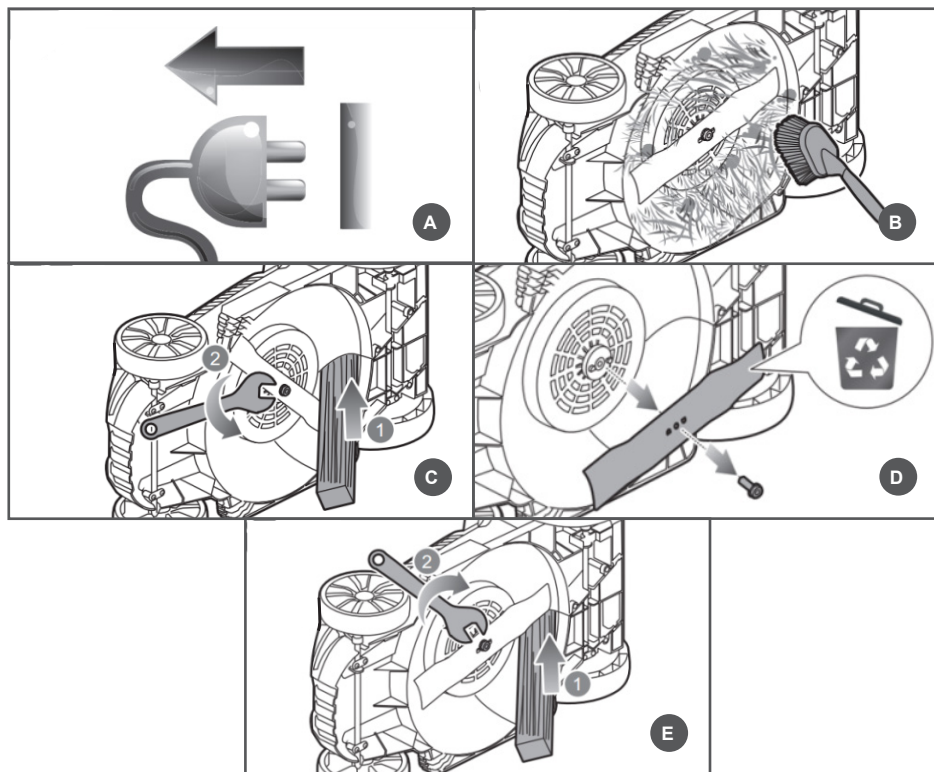

Рис. 15 Снятие-установка ножа
2. Возьмите одной рукой нож и крепко держите, или установите деревянный брусok 1 и зафиксируйте нож от проворачивания (Рис. 15).
3. Установите гаечный ключ 2 (в комплектность не входит) и открутите против часовой стрелки винт крепления ножа (Рис. 15).
5. Установите новый нож на адаптер 2 (Рис. 15) так, чтобы:
6. Возьмите одной рукой нож и крепко держите, или установите деревянный брусок 1 и зафиксируйте нож от проворачивания (Рис. 15).